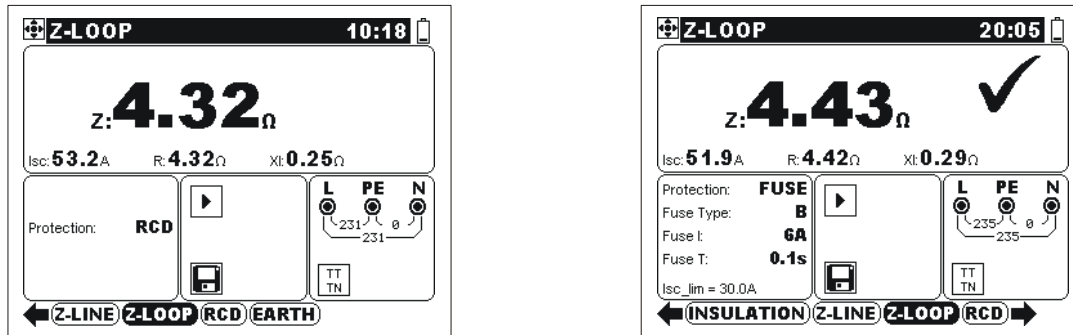

Abb. 5.19: Beispiel eines Ergebnisses der Schleifenimpedanzmessung
- ❑ Schließen Sie die Prüfleitungen an die zu prüfende Anlage an (siehe Abb. 5.19).